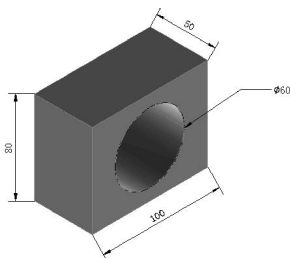

图 11-68 创建实体
(3) 按图 11-68 所示创建实体，然后将其中的圆孔内表面绕其中轴线倾斜 -5° ，实体的体积为（ ）。